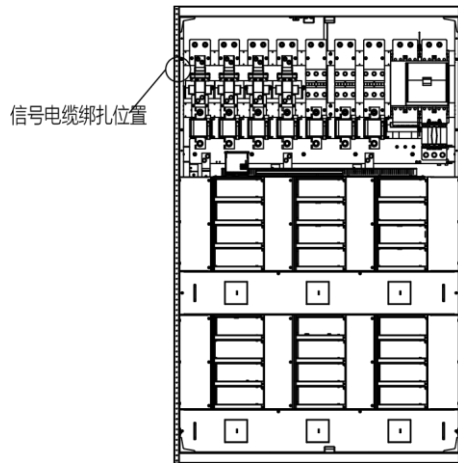

图1-21 信号电缆接口绑扎位置示意图(正视图)
1. 电源系统内部的信号电缆（开关量、CAN2、RS485-2）只在整流输出柜 A1-B2、A3-B4、B1-A2、B3-A4 之间连接，4 组信号电缆的连接是一样的，图 1-21 仅示意其中一组。